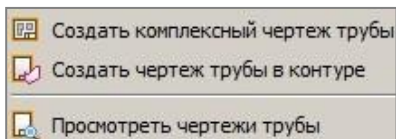

Рис. 30.2
**чертёж трубы**  при активности проекта **Водопропускная труба** (рис. 30.2).